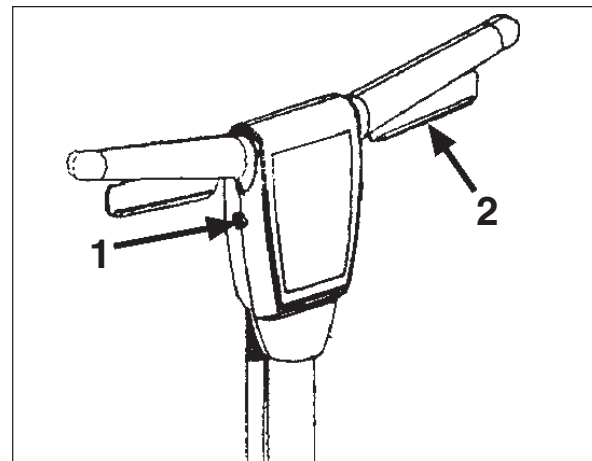

Рисунок 6
5. Нажмите блокировочный переключатель (1) и надавите рычаги (2). Для остановки машины, освободите рычаги (2). Смотри рис. 6.
3. Нажмите блокировочный переключатель (1) и надавите рычаги (2). Для остановки машины, освободите рычаги (2). Смотри рис. 6.